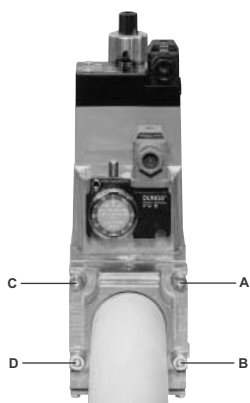
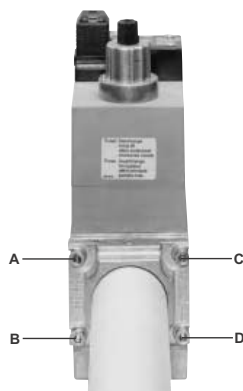

Fig. 4
Fig. 5
1. Aflojar los tornillos A y B, no destornillarlos (Fig. 4 e Fig. 5).
2. Desatornillar los tornillos C y D (Fig. 4 e Fig. 5).